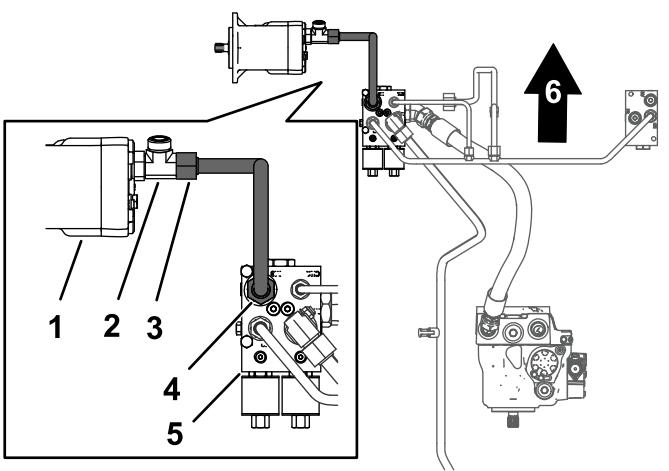

Bild 11
1. Flüchten Sie die Schlauchmuttern für den Antriebsmotorschlauch mit den Anschlussstücken am Antriebsmotor und am Mengenteilverteiler aus (Bild 11).